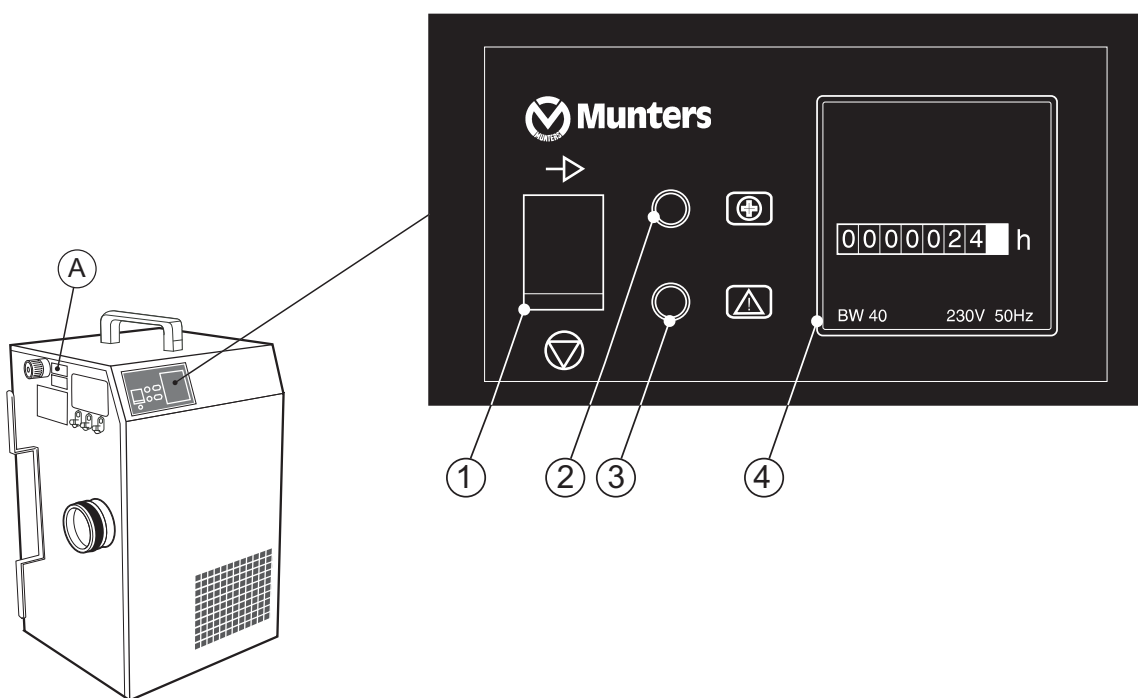

Figura 3.9 Posizione del selettore di modalità e funzioni del pannello di controllo.
1. Impostare il selettore di modalità nella posizione **MAN** e l'interruttore generale nella posizione ➤, il deumidificatore si avvierà (vedere *Figura 3.9*).